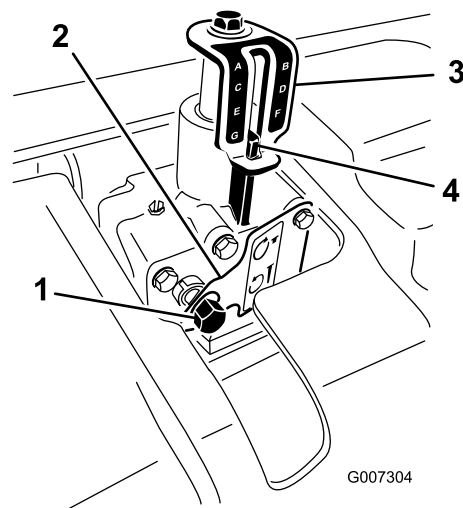

図 24
3. ラチェットレンチに 9/16 インチのソケットを取り付けて深さアジャスタのシャフトにセットする 図 24。
5. タイヤの打ち込み深さを深くするには深さアジャスタのシャフトを右に回す。浅くするには左に回す 図 24。
6. 深さ表示ステッカーのマークに一致するまで深さアジャスタのシャフトを回して深さを合わせる 図 24。